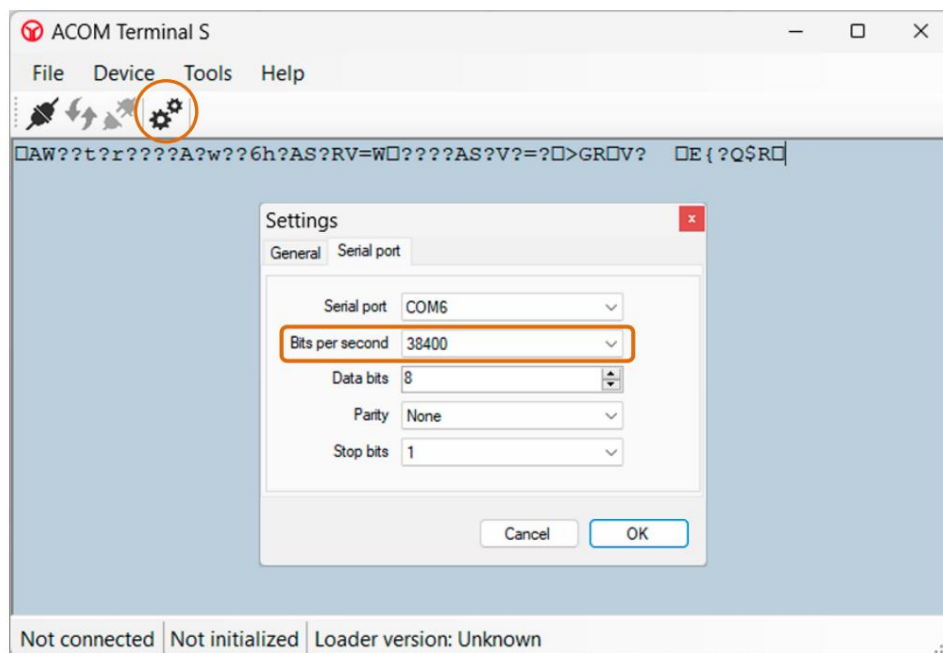

Figure 7-19 | Terminal S - Modification du nombre de bits par seconde
- Ouvrez la **fenêtre** Paramètres en cliquant sur l'icône Paramètres (deux engrenages) ou utilisez Outils -> Paramètres Depuis la barre de menus. Dans la **fenêtre** Paramètres -> onglet Port série, configurez les paramètres comme indiqué dans la figure 7-19 | Terminal S - Modifier le nombre de bits par seconde :